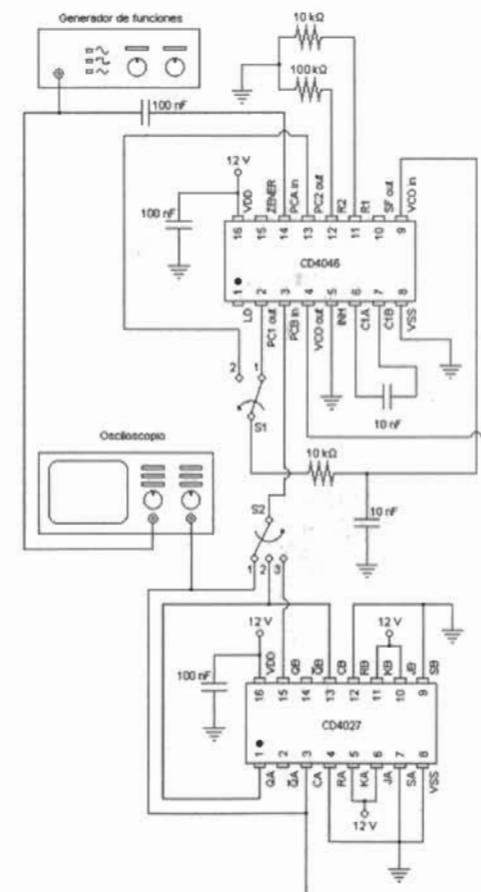

Figura 1. PLL implantado con los circuitos CD4046 y CD4027.
1. Arme el circuito de la figura 1. Observe que existen los 2 comutadores S1 y S2 los cuales se cambiarán de posición en el transcurso de la práctica. Después de verificar el funcionamiento del circuito, proceda a resolver los incisos a), b), c), d) y e).
3. Usando el mismo circuito de la figura 1, pero ahora con el comutador S1 en la posición 2 y el S2 en la posición 1 proceda a resolver nuevamente los incisos a), b), c), d) y e) del punto 1. Con la esta configuración se usará el comparador de fase II del circuito CD4046.
5. Para el circuito de la figura 1, pero ahora con el comutador S1 conectado en la posición 1 y el S2 en la posición 2, repita todos los incisos del punto 1. Posteriormente, repita todo pero ahora con el comutador S2 en la posición 3. Para la frecuencia a la mitad del intervalo de enganchamiento, grafique las señales de entrada y salida en las cuadriculas V y VI del anexo 1 para ambas posiciones del comutador S2.
6. Para el circuito de la figura 1, pero ahora con el comutador S1 conectado en la posición 2 y el S2 en la posición 2, repita todos los incisos del punto 1. Posteriormente, repita todo pero ahora con el comutador S2 en la posición 3. Para la frecuencia a la mitad del intervalo de enganchamiento, grafique las señales de entrada y salida en las cuadriculas VII y VIII del anexo 1 para ambas posiciones del comutador S2.